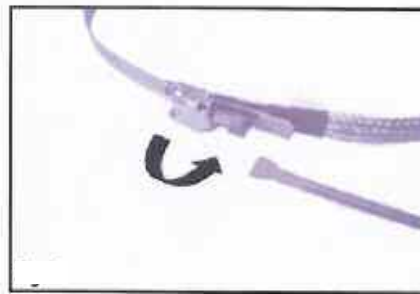

Рис. 3
- Защелкните замок и закрепите винтом (см. рисунок 3). Максимальная сила затягивания 2 Нм.